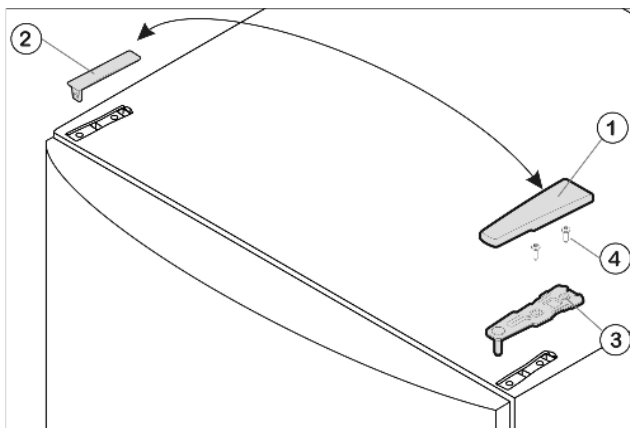

Fig. 4
- ▶ Стяните крышку крышку Fig. 4 (1) вперёд и снимите крышку Fig. 4 (2).
- ▶ Открутите верхний опорный кронштейн Fig. 4 (3)(2 шт. Torx 25) Fig. 4 (4) и вытяните вверх.
- ▶ Установите верхний опорный кронштейн Fig. 4 (3) на новой стороне шарнира и защелкните в дверце.
- ▶ Прикрутите верхнюю опорную подставку (2 шт. Torx 25) Fig. 4 (4). При необходимости просверлите отверстия или используйте аккумуляторную отвертку.
- ▶ Защелкните крышку Fig. 4 (1) и крышку Fig. 4 (2) на противоположной стороне.